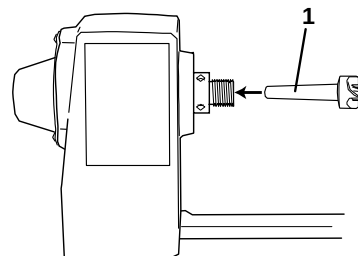

Figure 5
1. Insérez la tige de la griffe **(1)** dans la pointe creuse du fourreau de la poupée fixe (Figure 5).